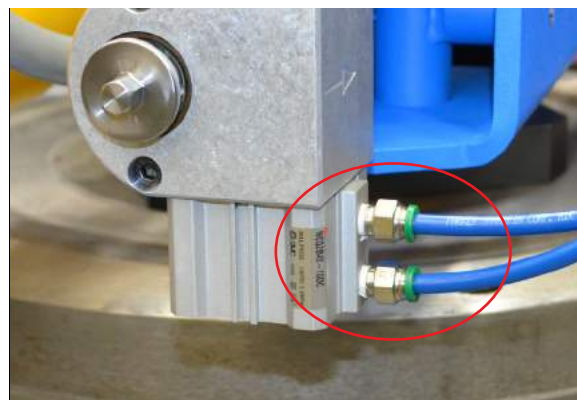

Рисунок 3-41. Местоположение шлангов подачи
2. Поверните коробку подач до стрелок, указывающих направление подачи (см. рис. 3-41).
Для некоторых конфигураций настройки может потребоваться повернуть коробку подачи так, чтобы регулятор скорости подачи была направлена вниз (см. Рисунок 3-41).
Надавите на хомут шланга и вытяните шланги. (см. рис. 3-41).